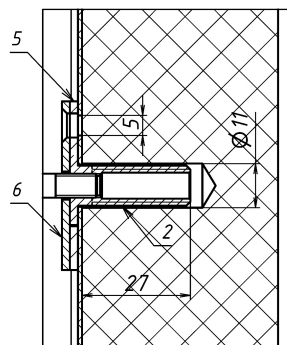

Рисунок 3
При монтаже якоря без сверления полотна двери насквозь применяют фиксатор (5) и упор (6) (рисунок 3).